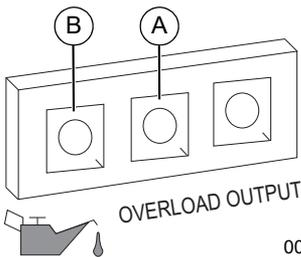

**Figura 3-2. Posiciones de apagado/encendido/cebado**
1. Consulte la **Figura 3-2**. Gire el interruptor de apagado/encendido/cebado a la posición CHOKE (Cebado) (1).
4. Consulte la **Figura 3-2**. Cuando el motor arranque, gire el interruptor de apagado/encendido/cebado a la posición ON (2). El cebador reduce su funcionamiento a medida que el interruptor de apagado/encendido/cebado se gira hacia la posición ON.
3. Consulte la **Figura 3-2**. Gire el interruptor de apagado/encendido/cebado a la posición OFF (3).
1. Consulte la **Figura 3-2**. Gire el interruptor de apagado/encendido/cebado a la posición STOP a la posición ON. De esta manera se abrirá la válvula de combustible y el motor arrancará.